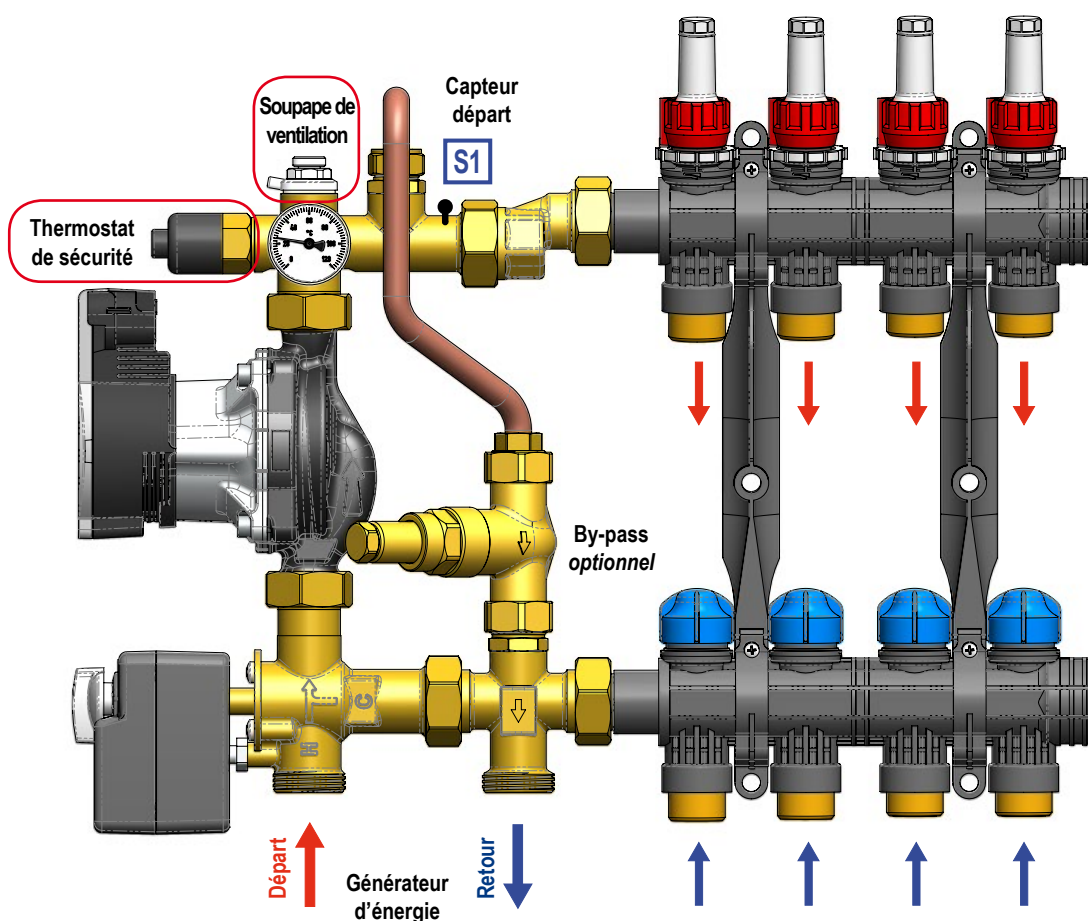

Fig.1: Schéma de raccordement
- ✓ Raccorder les tuyaux selon le schéma de raccordement, en suivant les indications de la fig. 1 Chargez le système et si nécessaire, désaérer en agissant sur la soupape de ventilation.